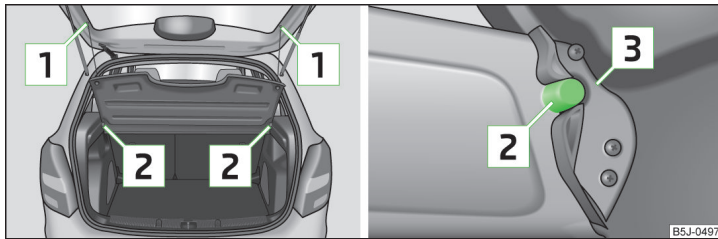

Abb. 64 Gepäckraumabdeckung ausbauen
- Die Haltebänder **1** » Abb. 64 aushängen.
- Die Aufnahmen an der Abdeckung **3** » Abb. 64 über die Halterungen **2** an der Seitenverkleidung stellen.
- Die Aufnahmen der Abdeckung **3** » Abb. 64 müssen in den Halterungen der Seitenverkleidung **2** eingerastet sein.